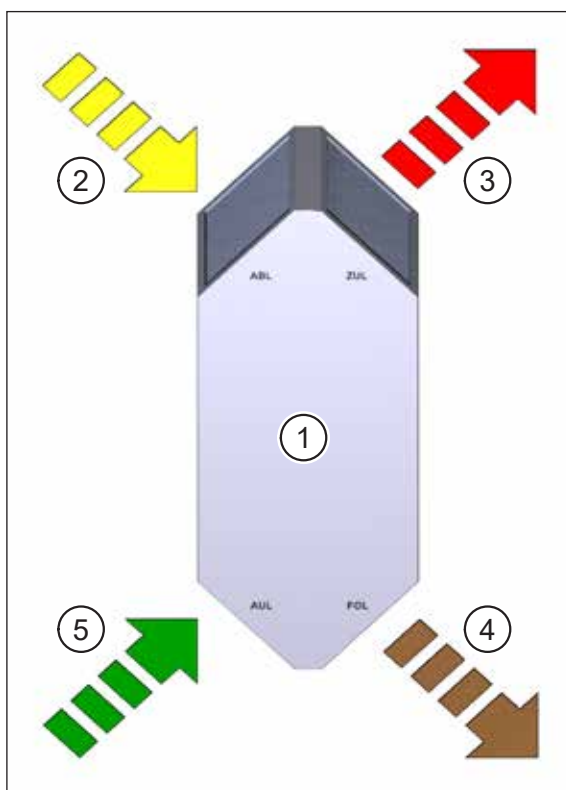

Fig. 10 : Principe de fonctionnement de l'échangeur thermique à plaques à contre-courant croisé
Les canaux sont placés dans l'échangeur thermique à plaques à contre-courant croisé (pos. 1 dans Fig. 10) de telle façon que les flux d'air sont exactement contraires. Ceci garantit un degré optimum d'échange d'énergie thermique.
L'hiver, les plaques, qui présentent une haute conductibilité thermique, transmettent la chaleur provenant du courant d'air repris (pos. 2 dans Fig. 10) au courant d'air fourni (pos. 3 dans Fig. 10). L'air repris refroidi est évacué vers l'extérieur en tant qu'air rejeté (pos. 4 dans Fig. 10). L'été, c'est l'inverse, l'air entrant, plus chaud, est refroidi.